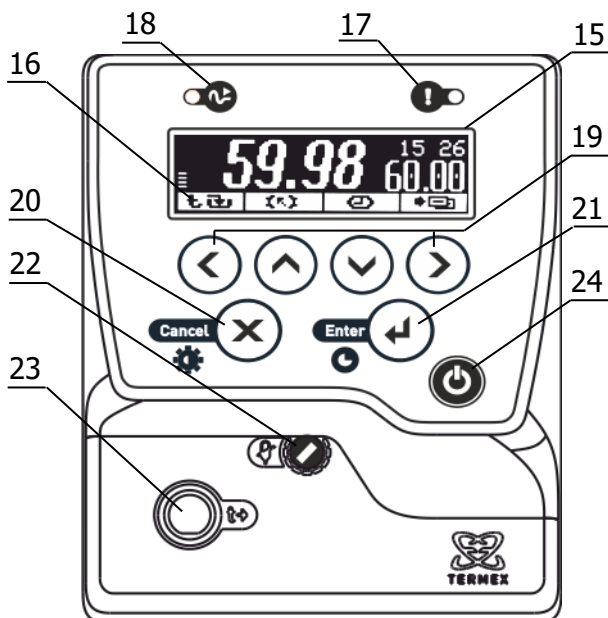

Рисунок 2 – Лицевая панель
Система безопасности блоков регулирования отключает двигатель насоса и нагреватель при срабатывании хотя бы одной из защит или неисправности датчика температуры (1.2.13). При срабатывании системы безопасности раздается звуковой сигнал, загорается индикатор 17 (рисунок 2) и на дисплей 15 выводится информация о причине неисправности.
2.3.1 После подключения сетевого кабеля к электрической сети блок регулирования переходит в режим ожидания. Подключение сопровождается кратковременной подсветкой дисплея 15 (рисунок 2).
2.3.6 Для регулировки яркости подсветки или контраста дисплея нажать кнопку 20 (X), выбрать изменяемый параметр кнопками (▲) и (▼) и установить его значение кнопками (◀) и (▶). Зафиксировать изменение нажатием кнопки 21 (↔) (рисунок 2).
2.7.6 Для выбора уставки в качестве текущей кнопками (▲) и (▼) подвести к ней указатель. Значение отмеченной указателем уставки дублируется крупными цифрами в правой части дисплея. Для подтверждения выбора отмеченной уставки нажать кнопку 21 (←). Для отмены выбора нажать кнопку 20 (✕) (рисунок 2).
2.7.7 Для изменения численного значения отмеченной указателем уставки нажать кнопку (▶). На рамке, обрамляющей значение уставки в правой части дисплея, появятся “засечки”, указывающие на изменяемую позицию в численном значении. Цифра в отмеченной позиции мигает. Нажатиями кнопок (▲) и (▼) установить требуемую цифру в отмеченной позиции. Если удерживать кнопку нажатой, значение уставки будет изменяться непрерывно. Нажатиями кнопок (◀) и (▶) переместить отметку изменяемой позиции. Дискретность изменения значения уставки зависит от положения изменяемой позиции: если отмечена позиция десятков, то при единичном нажатии кнопки (▲) или (▼) значение уставки изменится на 10 °С. Если отмечена позиция десятых долей, то значение уставки изменится на 0.1 °С соответственно. Закончить ввод нового значения уставки нажатием кнопки 21 (←). Для возврата к значению уставки до ее изменения нажать кнопку 20 (✕) (рисунок 2).
2.8.3 При срабатывании защиты раздается звуковой сигнал и загорается красный индикатор срабатывания системы безопасности 17 (рисунок 2). Работа насоса и нагревателя будет блокирована. На дисплее отобразится текущее состояние системы защит.